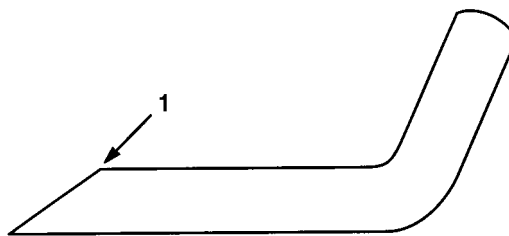

Figure 15
3. Examiner l'état des tranchants de toutes les lames. Les affûter s'ils sont émoussés ou ébréchés. Affûter seulement la face supérieure du tranchant et conserver l'angle de coupe d'origine pour obtenir une coupe nette (Fig. 15). La lame reste équilibrée si les deux tranchants sont affûtés de la même manière.